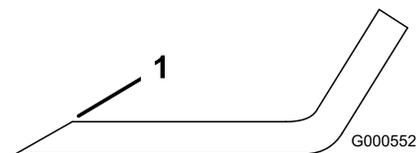

Figure 60
1. Au moyen d'une lime, aigüez les tranchants à chaque bout de la lame (Figure 60).
Remarque: Si la lame est déséquilibrée, limez un peu l'extrémité de la partie relevée seulement (Figure 60).